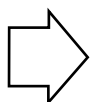

Figura 1: retirar la parte inferior de la caja
- Desenganchar las grapas de sujeción y retirar la parte inferior de la caja (véase figura 1).
- Colocar las grapas de sujeción metálicas en la ranura de la brida de la parte central de la caja y engancharlas (en orden inverso a la figura 1).